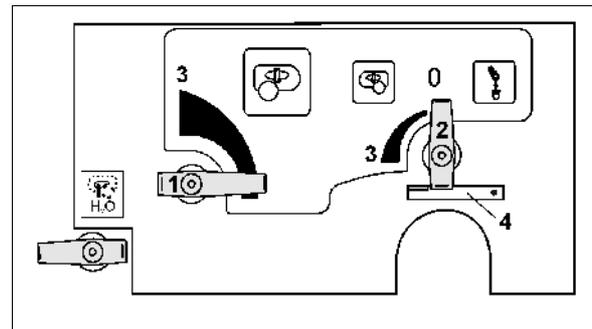

Fig. 42
- für das Haupt-Rührwerk am Einstellhahn (Fig. 42/1).
- für das Zusatz-Rührwerk am Einstellhahn (Fig. 42/2).
Ausgeschaltet ist das jeweilige Rührwerk in Einstellhahn-Position 0. Die größte Rührleistung ergibt sich in Position (Fig. 42/3).
Sicherung für Ablassfunktion des Druckfilters (Fig. 42/4).